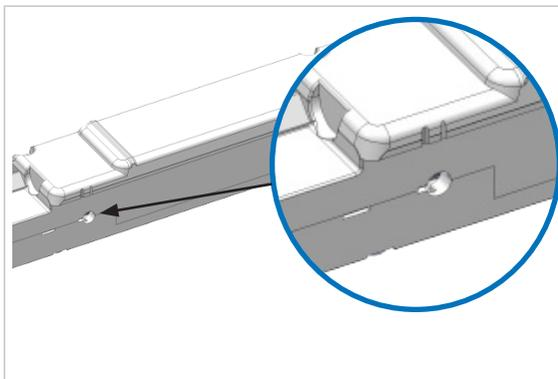

Abb. 14: Öffnung für Schraubendreher
Im Störfall kann der Mitnehmer mit Hilfe eines Schraubendrehers (Innensechsrund TX30) manuell bewegt werden (Abb. 14).
- a) An der entsprechenden Position im Blendrahmenprofil (Abb. 14 und 15)